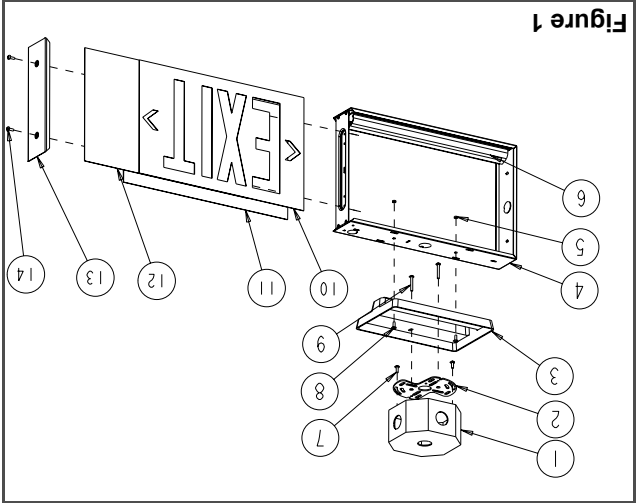

Figure 1
- Pour ouvrir l'enseigne, enlever les vis de la plaque d'extrémité (voir fig. 1) et glisser la face découpée et le diffuseur de couleur pour les sortir du boîtier.